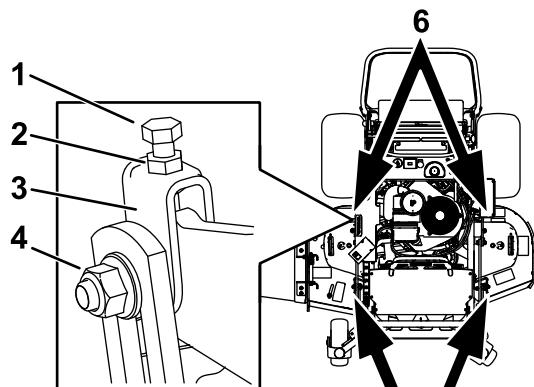

図 83
1. 調整したいデッキのヨークのジャムナットとサイドナットをゆるめる図 83。
2. ヨーク上部にあるボルトを回して刈り込みデッキの高さを調整する図 83。
5. 測定値が適正でない場合には、調整すべきヨーク2つを探し出す図 83。